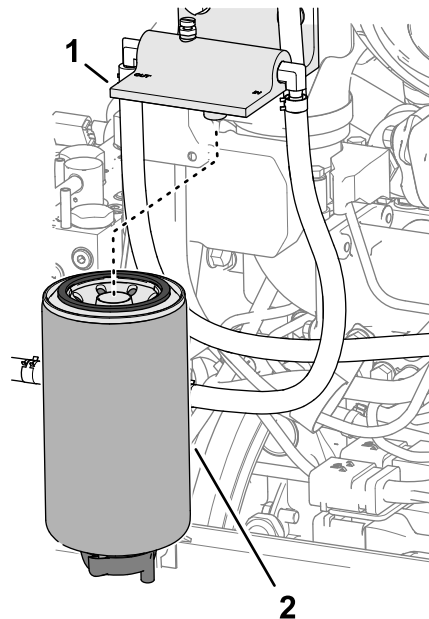

Figura 81
2. Limpe o filtro separador de combustível-água e a cabeça do filtro (Figura 81).